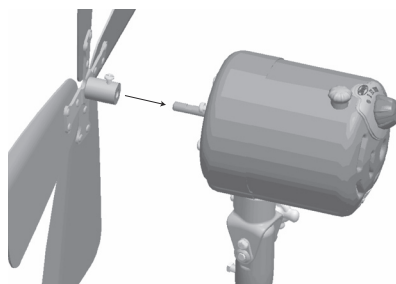

FIGURE 10
23. Faire glisser le manchon d'assemblage des pales sur l'arbre du moteur en vous assurant que la vis de blocage du manchon se trouve en face de la partie plate de l'arbre du moteur. Voir Figure 10. Serrer la vis de blocage de l'assemblage de pales de façon à ce qu'elle appuie contre la partie plate de l'arbre du moteur. Tirer ensuite sur l'assemblage de pales pour vérifier qu'il est bien fixé sur l'arbre du moteur.
**NOTA :** Pour que ce soit plus clair, la Figure 10 ne montre pas la grille arrière pour qu'on voit l'installation du manchon d'assemblage et de l'arbre du moteur.